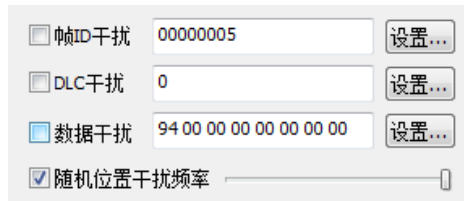

图 2.40 随机干扰强度
- 随机干扰强度：系统发送随机位置的干扰，干扰强度可控。操作方式与前面 3 种相同。用户可以拖动干扰频率的强度条，来确定干扰强度，如图 2.40 所示。